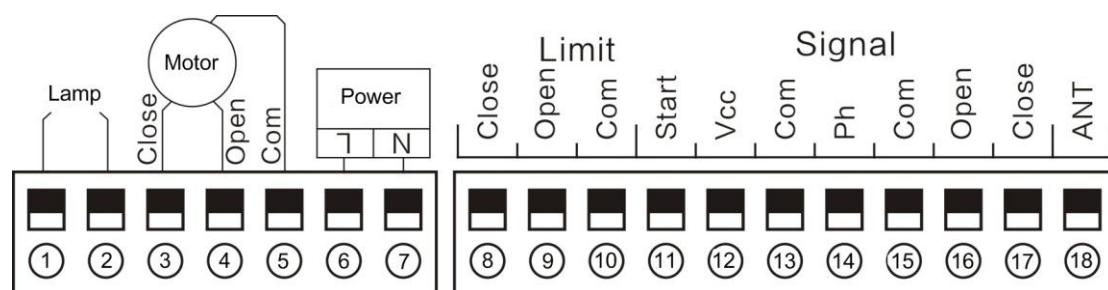

Рисунок7
14. Монтажная электрическая схема (Рисунок 7)